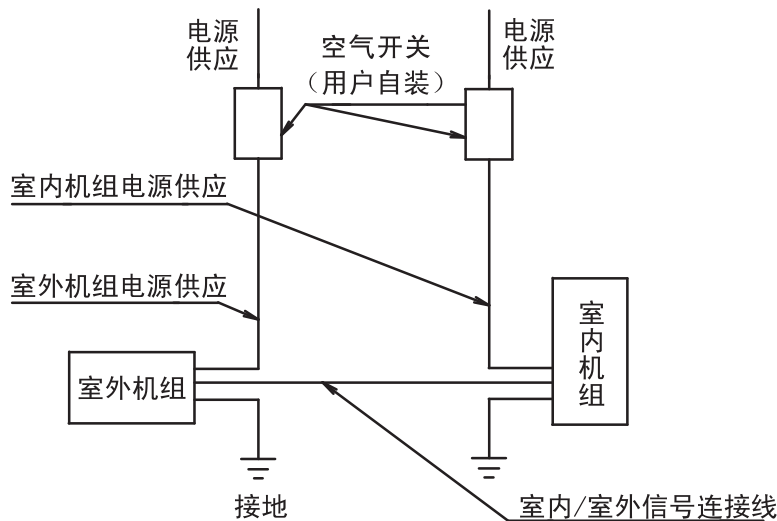

图14
- (1) 检查用户的电气部件(主电源开关、电线、接线端子等)是否与机器铭牌上的要求相符。
- (2) 检查并确认电源电压与额定电压的差值在额定电压的 $\pm 10\%$ 以内。
- 2 应采用独立的电源供电并带有独立的空气开关。如图14。